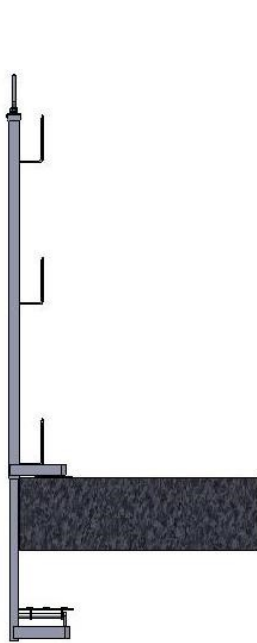
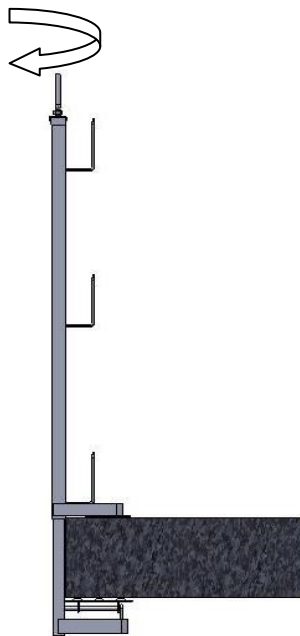

fig.5
fig.6
Montaggio (fig. 5 – 6 – 7 – 8)
- Utilizzando una piattaforma di lavoro in sicurezza, posizionare un primo montante accostandolo al bordo (fig. 5 a pag. 9) del manufatto (**N.B.: il montante deve essere posizionato il più vicino possibile al manufatto**), quindi ruotare la maniglia (fig. 6 a pag. 9) in senso orario per consentire la presa della morsa alla soletta. Avvitare la maniglia fino ad assicurare il massimo serraggio (coppia di serraggio applicata nelle prove per certificazione: 30 N.m);